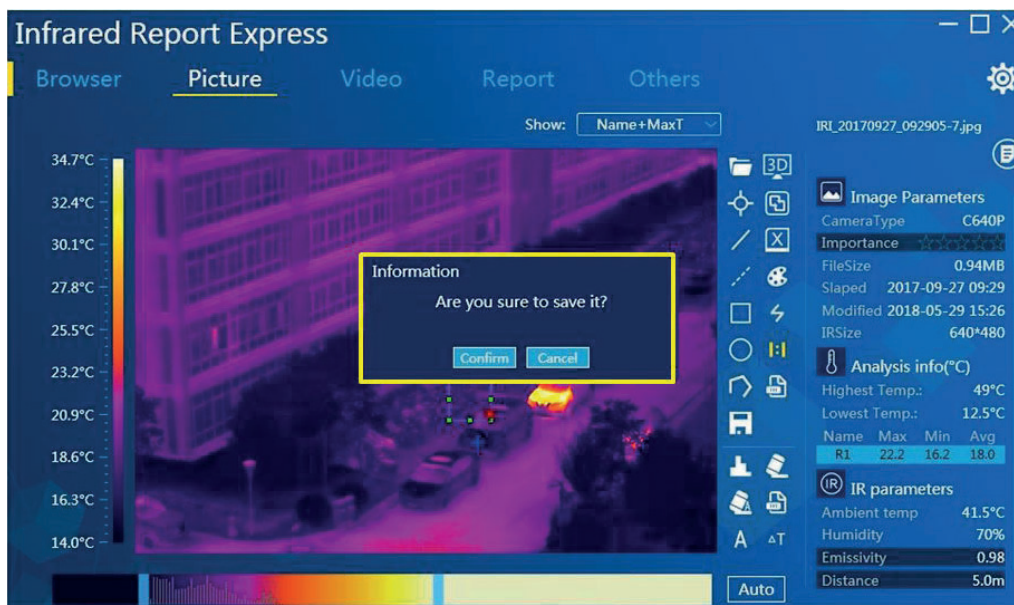

Figura 3-45
3. Una vez completado el análisis, haga clic en el botón de generación de informes [X] en la barra de menú, el sistema mostrará un mensaje emergente sobre si se debe guardar el análisis y luego haga clic en el botón [Aceptar]. Vea la Figura 3-45: